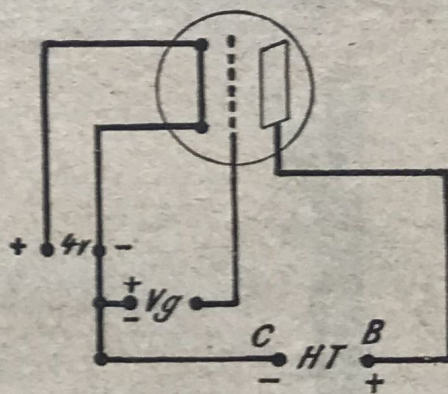

FIG. 2. — Schéma d'une triode amplificatrice.
**LAMPE A 3 ÉLECTRODES OU TRIODE.** — On a songé à ajouter une grille entre le filament et la plaque, et on a obtenu un amplificateur remarquable, ou plutôt un formidable relais sans inertie. La figure 2 indique le principe de la triode en amplificateur.